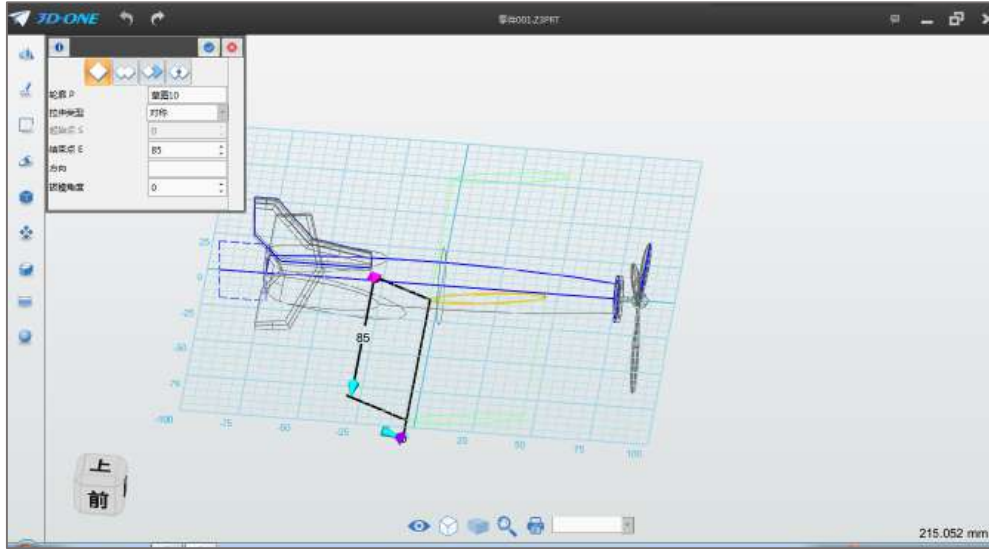

图 4-3
Step 3 点击确定, 完成椭圆绘制。选择拉伸命令, 选择上步骤绘制的草图 (选择不到草图, 点击选框视图命令 , 更改视图显示样式), 布尔运算设为基体, 拉伸类型选择对称拉伸, 结束点设为 85, 如下图 4-3 所示: